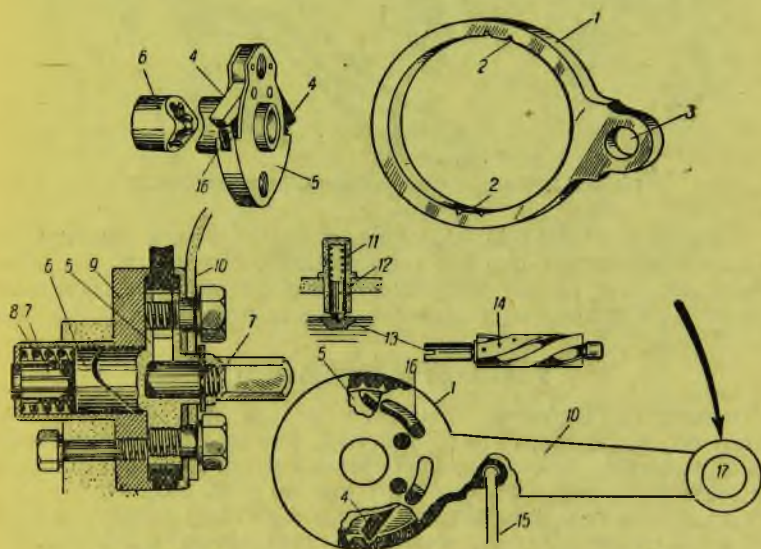

Рис. 203. Ножное управление коробкой передач Л-8
Конструктивно ножное управление осуществляется следующим образом (рис. 203): при нажатии педали (17) ногой поворачивается обойма (7) собачкой (4), что вызывает поворот винтового валика, а следовательно, и перемещение каретки в соответствующее положение. После возвращения педали в исходное положение и после-